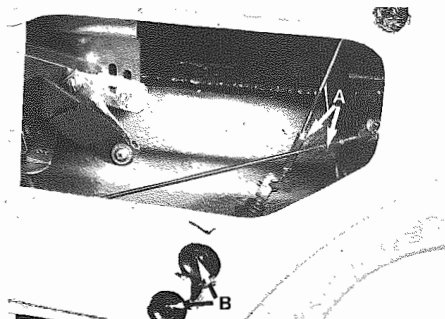

Fig. 18 - A - Registrazione del tirante
- Estrarre i fermi sul tirante rinvio e smontare il solenoide comando a distanza "sicura" (**Fig. 18**).
- Take out retainers on actuator rod and "safety" remote control solenoid (**Fig. 18**).